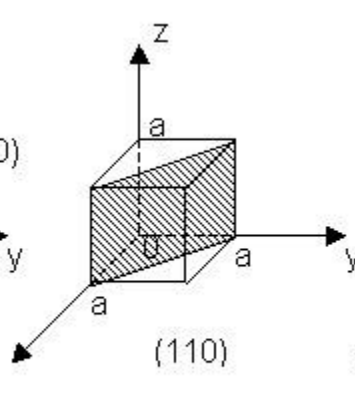

Fig. 8-2
만약 Fig.8-2 는 xyz 축과의 교점이 (111) 이고 그 역수도 (111)이므로 이것은 (111)면이 된다.